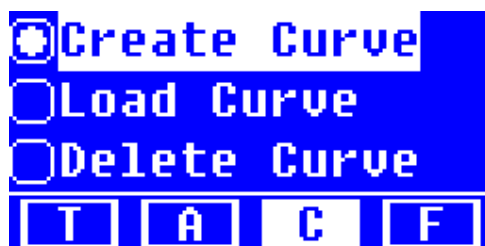

Figura 9
- 1 En la interfaz principal, presione la tecla **MODE** para mover el cursor a "C", y verá la siguiente interfaz (figura 9). Aquí puede crear una nueva curva, o puede cargar una curva anteriormente guardada. Si desea eliminar una curva guardada, sólo seleccione "Eliminar curva" (Delete curve).